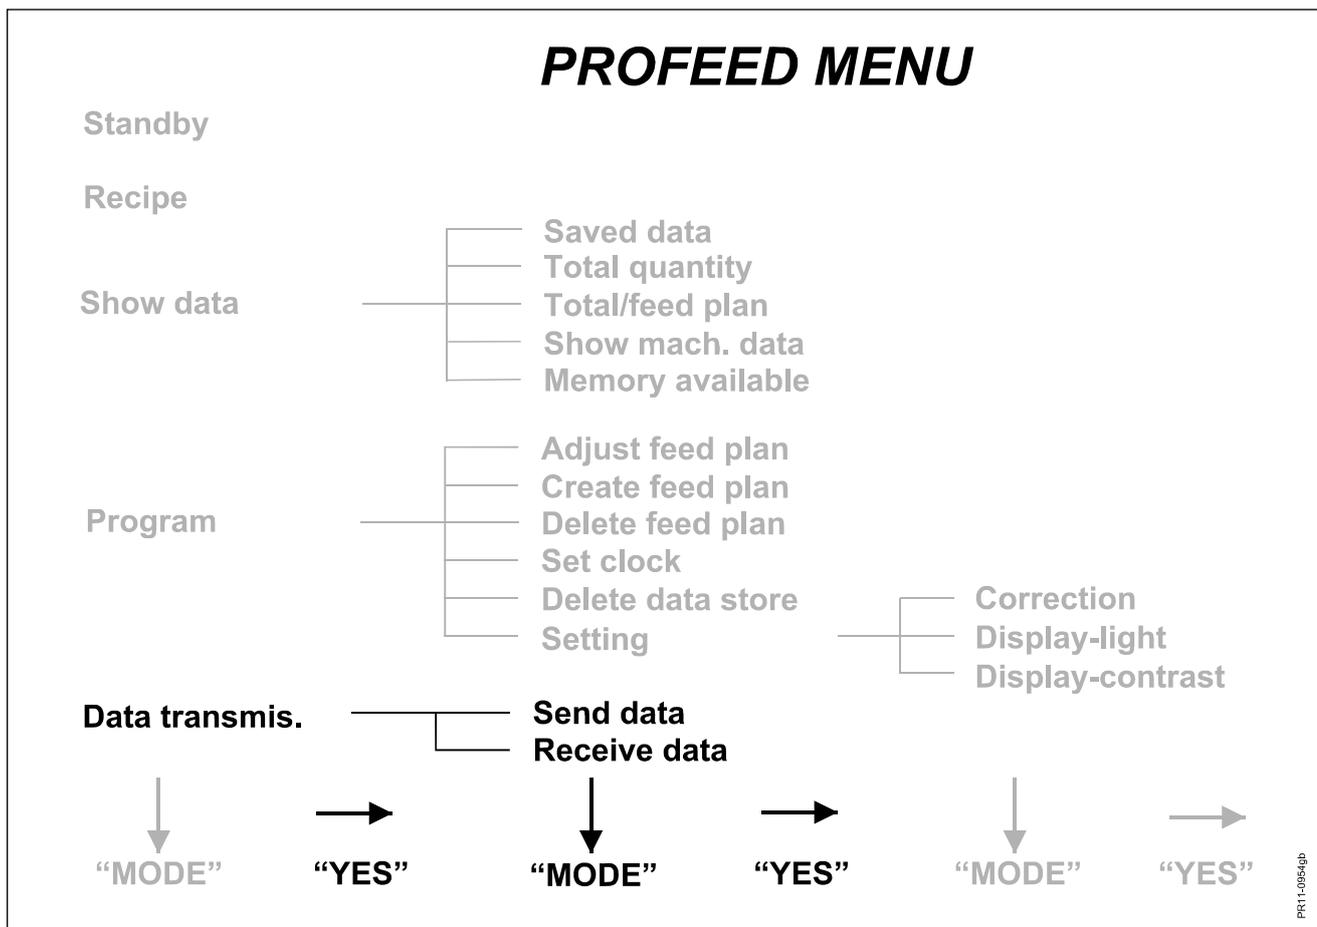

Fig. 7.7
**Fig. 7.7** Esta opción le permite al usuario enviar datos desde el PROFEED. Ud. puede transferir a su PC los planes alimenticios, las tablas de ingredientes y los datos guardados en el PROFEED. JF también le permite enviar los textos. En el menú, presione <YES> en la opción "Send data". Coloque el Terminal Portátil a unos 30 cm de la ventanilla IR del PROFEED, y presione <ON>. Los datos se transfieren al Terminal Portátil.